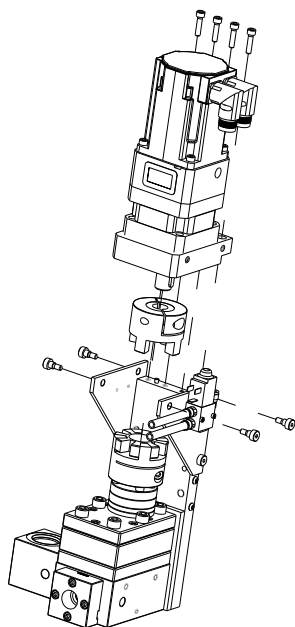

図 20
3. サーボモーター、ギアヘッド、および上部プレートをポンプアセンブリに取り付けます。図 20 を参照。